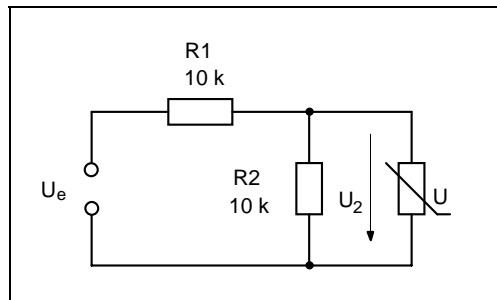

Bild 1: Einsatzschaltung des Varistors
- 2.3. Zur Spannungsbegrenzung wird in einer Schaltung nach Bild 1 ein Varistor eingesetzt. Entsprechend der folgenden Tabelle (wählen Sie einen Satz der Kennwerte A ... H aus) sind vom Varistor die Kennwerte  $c$  und  $\beta$  bekannt. Die Nenneingangsspannung beträgt  $230 V_{\text{eff}}$ . Es können solche Spannungsspitzen auftreten, daß die maximale Eingangsspannung auf den angegebenen Wert  $U_{\text{emax}}$  erhöht wird. Wie groß ist die maximale Spannung an R2, wenn die Widerstände R1 und R2 mit den angegebenen Werten dimensioniert sind?
Ermitteln Sie grafisch die Spannung  $U_2$  in der Schaltung in Bild 1 für den Fall  $U_e=40\text{ V}$ .